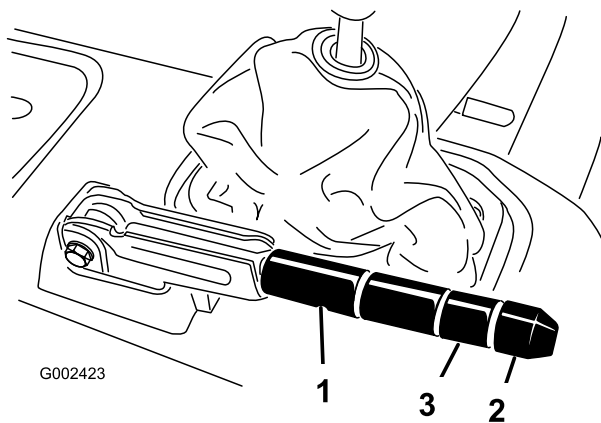

Figura 64
2. Desaperte o parafuso de afinação que fixa o manípulo à alavanca do travão de estacionamento (Figura 64).